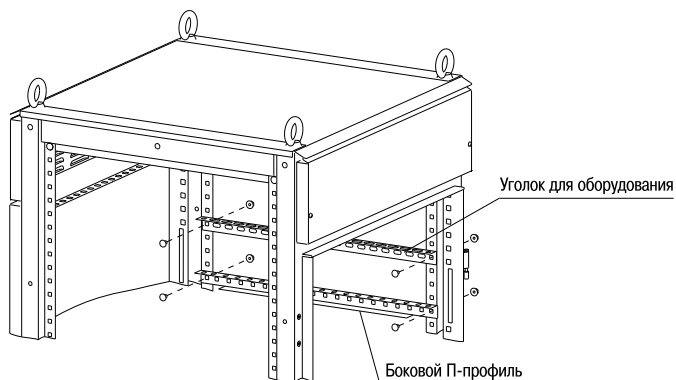

Рисунок 15
6.2 Приложите уголок для оборудования с внутренней стороны боковой поверхности передней и задней стоек корпуса на необходимой высоте. Вставьте по очереди в квадратные отверстия два болта М6×10 и закрепите гайками М6 (рисунок 15). Момент затяжки 5 Н·м.
7.1 Монтаж Бокового П-профиля производится аналогично монтажу Уголка для оборудования (рисунок 15).